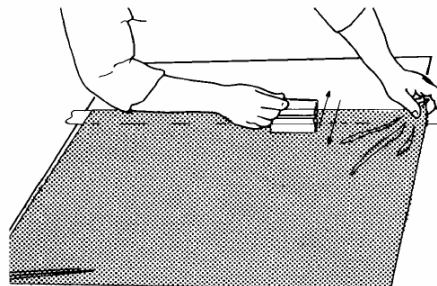

Рис. 8. Наклеивание первого листа пленки
5. Используя описанную выше в данном справочнике процедуру наклеивания влажным способом, наклеить первый лист пленки, так чтобы она полностью закрыла направляющую рейку (Рис. 8).